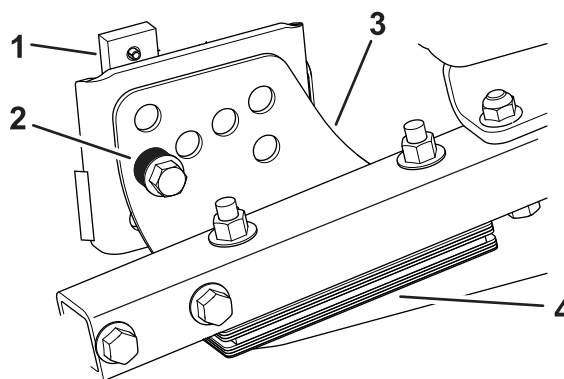

Figura 105
1. Togliete la staffa dell'altezza di taglio (anteriore, sinistra o destra) dal telaio del piatto di taglio (Figura 105).
2. Regolate gli spessori di 1,5 mm e/o 0,7 mm fra il telaio del piatto di taglio e la staffa per ottenere l'impostazione dell'altezza desiderata (Figura 105).